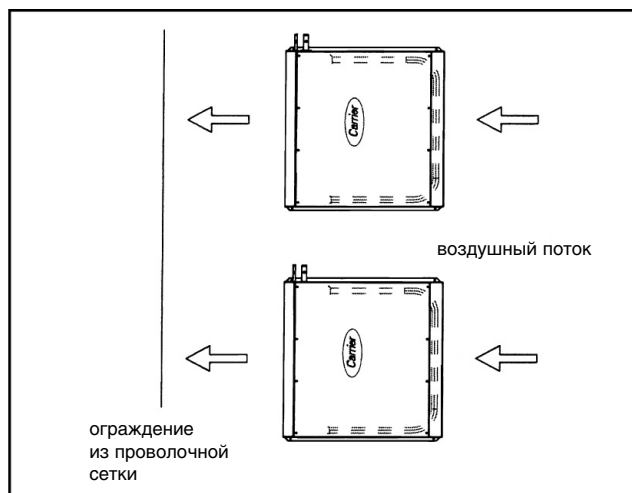
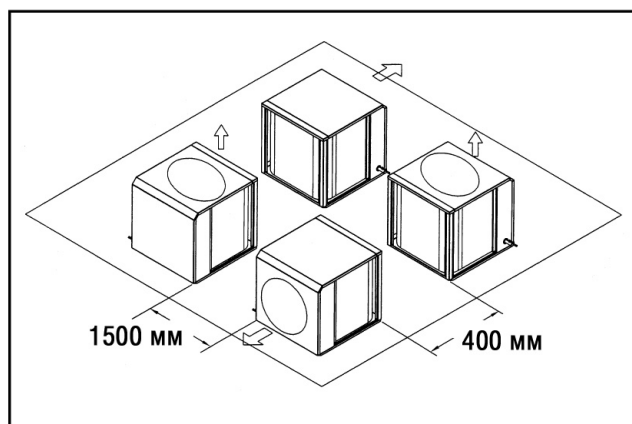

Рис. 6 Монтаж на крыше
Рис. 7 Минимальное расстояние между блоками
3. Установка на крышу: блок нужно разместить на ровной горизонтальной крыше или на каркасе. Если рядом устанавливаются несколько компрессорно-конденсаторных блоков, направление выхода воздуха из них должно быть таким, как показано на рис. 6. Минимально допустимые расстояния между блоками показаны на рис. 7.